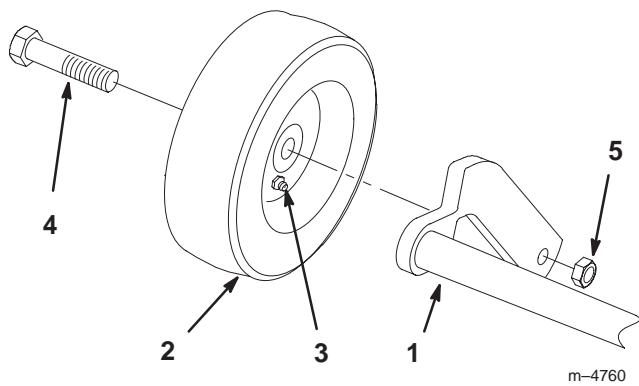

Abbildung 1
1. Die Spurräder an der Außenseite der Arme am hinteren Gestell anbringen. Der Schmiernippel am Rad muß nach innen zeigen (Abb. 1).
2. Mit Ansatzschraube und 3/8"-Sicherungsmutter mit Sicherungsstück innen am Gewinde befestigen (Abb. 1).